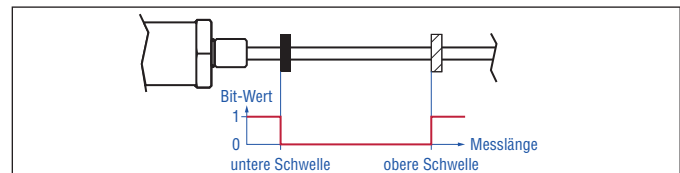

Abb. 57: Schaltpunkte bei der R-Serie V PROFINET mit Linear-Profil
- **Sensor status 2:** Dieses Modul zeigt das Überschreiten und das Unterschreiten einer oberen bzw. einer unteren Schwelle an. Die Schaltpunkte markieren den Beginn bzw. das Ende eines Arbeitsbereichs (work area) (Abb. 57). Entsprechend Abb. 58 wird der Status der Schaltpunkte über die Bits 0 und 1 dieses Moduls angezeigt.